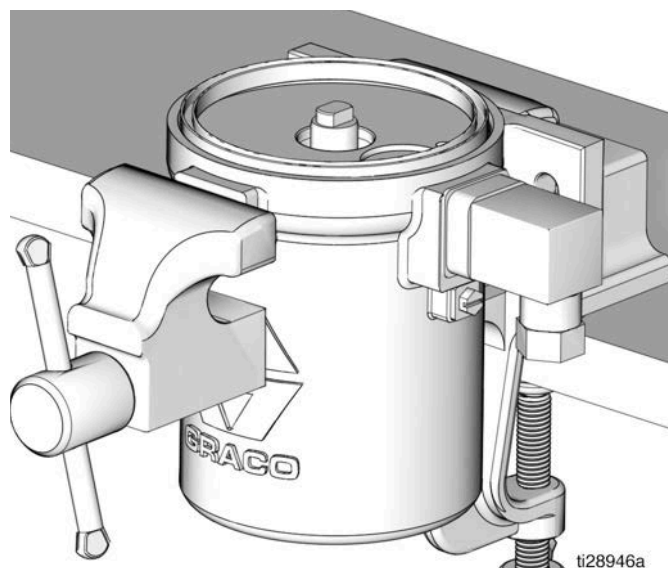

ABB. 35
- Den Luftmotorzylinder so in den Schraubstock spannen, dass die Oberseite des Luftmotorzylinders erreichbar ist wie dargestellt in ABB. 35.